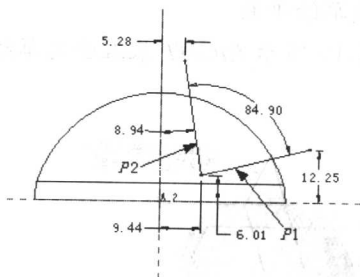
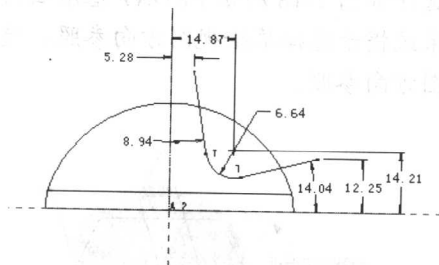
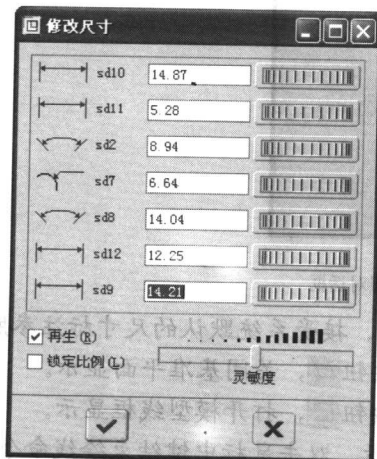

图 1-22 选择圆角线段
图 1-23 圆角结果
图 1-24 修改尺寸对话框
28. 单击圆角按钮 , 选择如图 1-22 所示线段 P1、P2 处, 双击鼠标中键结束圆角命令结果如图 1-23 所示。
29. 单击尺寸修改按钮 , 逐一选择如图 1-23 所示的尺寸标注, 系统弹出如图 1-24 所示修改尺寸对话框, 列出所选择的尺寸标注 (由于每个用户在绘制图形时会存在一定的差别, 所以系统自动标注的尺寸有可能与书中自动标注的尺寸有差异, 如标注角度尺寸或线性尺寸的位置不相同, 所以在修改尺寸前, 用户可以单击尺寸标注按钮 , 重新标注尺寸位置, 保持与书中的尺寸标注一致, 以便于尺寸的修改)。